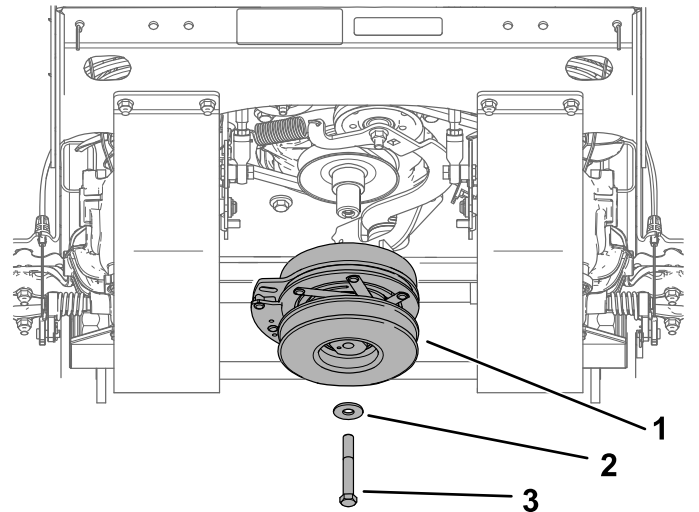

Bild 56
4. Entfernen Sie die Kupplungsscheibe (Bild 56).
12. Installieren Sie die Kupplungsscheibe (Bild 56). Ziehen Sie die Schraube bis auf 68-81 Nm an.